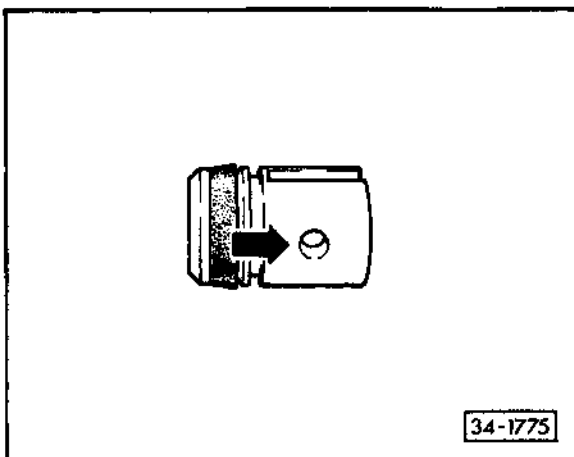

Abb. 6 Lagerkolben
- Einbaulage der Dichtmanschette beachten – Abb. 6